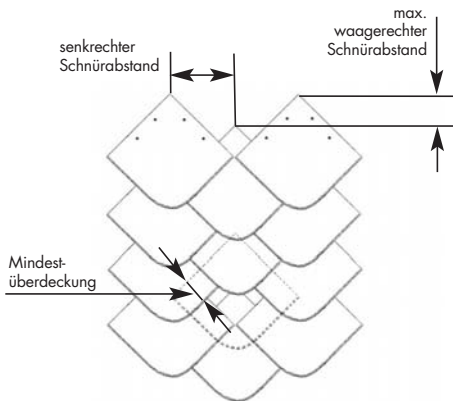

Abbildung 14
- 3.1 Die **WARIO®** Deckung mit Rundbogen Schablonen wird so ausgeführt, dass die Decksteine im halben Verband verlegt werden und die abgerundeten Ecken nach unten zeigen (Abb. 14, 15a und 15b).
- 3.4 Bei Dachdeckungen stoßen die Spitzen immer zusammen (s. senkrechter Schnürabstand Abb. 14). Der maximale waagerechte Schnürabstand muss so gewählt werden, dass die rechtwinklig zur Schieferkante gemessene Mindestüberdeckung nicht unterschritten wird (Abb. 14). Die Werte für die Mindestdachneigung, die Mindestüberdeckung, den waagerechten und den senkrechten Schnürabstand sowie den ca. Stückzahlbedarf pro m² entnehmen Sie bitte der Tabelle 13.
Werte für Dachdeckungen mit WARIO® Rundbogen Schablonen in der WARIO® Deckart bei max. waager. Schnürabstand (Abb. 14)